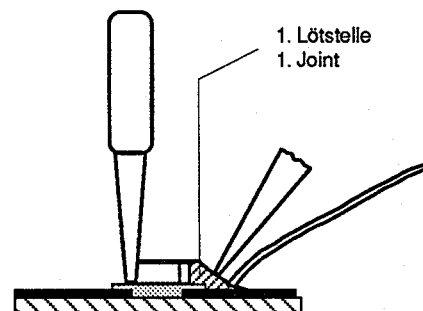

Fig. 4
4. CHIP an der Lötstelle ansetzen, zentrieren und anlöten (Fig. 4).
4. Put the CHIP onto the soldering point, then center and fix it (Fig. 4).